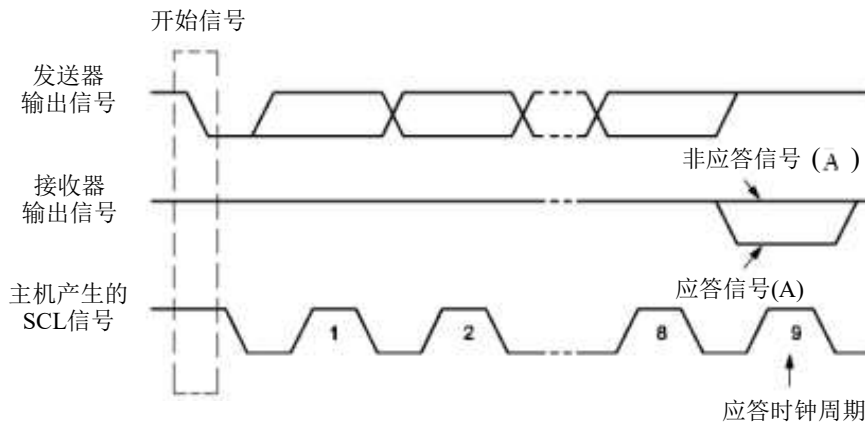

Figure 15-5 IIC 总线的应答信号
另一个从机通信。如 Figure15-5 所示，当 SCL 为高电平时，SDA 由高电平向低电平跳变，产生重新开始信号，它的本质就是一个开始信号。
应答信号 (A)：接收数据的 IIC 在接收到 8 位数据后，向发送数据的 IC 发出的特定的低电平脉冲。每一个数据字节后面都要跟一位应答信号，表示已收到数据。应答信号在第 9 个时钟周期出现，这时发送器必须在这一时钟位上释放数据线，由接收设备拉低 SDA 电平来产生应答信号，由接收设备保持 SDA 的高电平来产生非应答信号 (A)，如 Figure15-5 所示。所以，一个完整的字节数据传输需要 9 个时钟脉冲。如果从机作为接收方向主机发送非应答信号，这样，主机方就认为此次数据传输失败；如果是主机作为接收方，在从机发送器发送完一个字节数据后，发送了非应答信号，从机就认为数据传输结束，并释放 SDA 线。不论是以上哪种情况都会终止数据传输，这时，主机或是产生停止信号释放总线，或是产生重新开始信号，开始一次新的通信。开始信号、重新开始信号和停止信号都是由主控制器产生，应答信号由接收器产生，总线上带有 IIC 总线接口的器件很容易检测到这些信号。